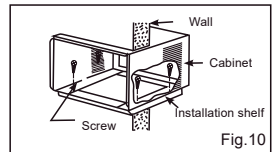

Fig.10
- 5) Instale el gabinete del acondicionador de aire en el estante de la instalación (no incluido) con los tornillos. (Fig.10)